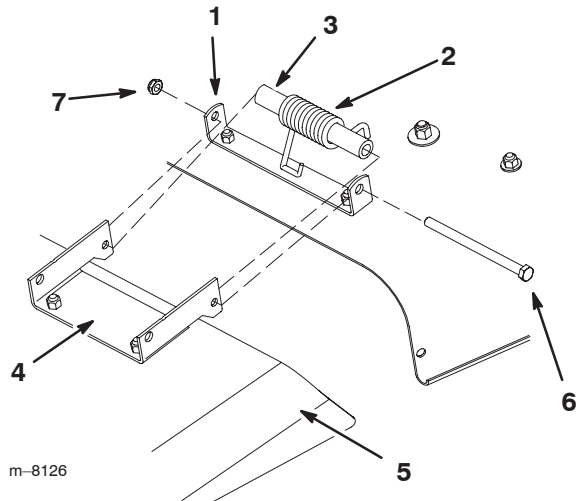

Figure 47
1. Enlevez le contre-écrou, le boulon, l'entretoise et le ressort qui fixent le déflecteur aux supports du plateau de coupe (Fig. 47). Enlevez le déflecteur s'il est endommagé ou usé.
2. Placez le déflecteur en face des trous des supports, et les extrémités droites du ressort et de l'entretoise dans l'espace entre les supports et au-dessus du déflecteur (Fig. 47).
3. Placez le ressort et l'entretoise de sorte que les extrémités crochues du ressort soient dirigées vers le bas, avec une extrémité touchant le plateau de coupe et l'autre passant par dessus le déflecteur (Fig. 47).